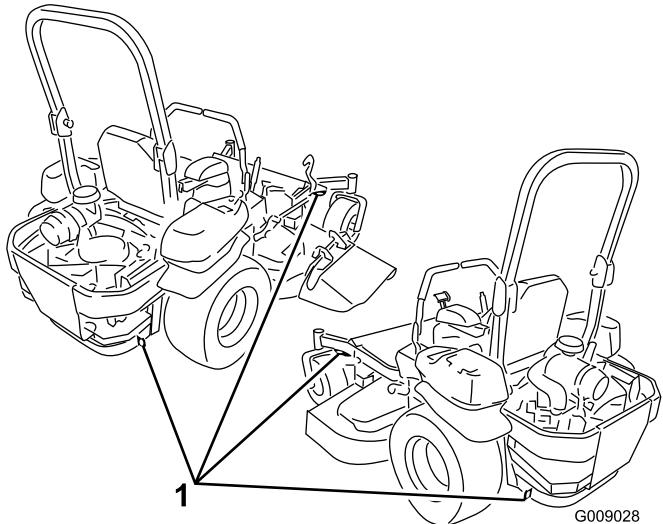

図 30
5. マシンにはロープ固定用のアイがついているので、チェーンやロープなどを使ってトラックやトレーラに機体をしっかりと固定する図30